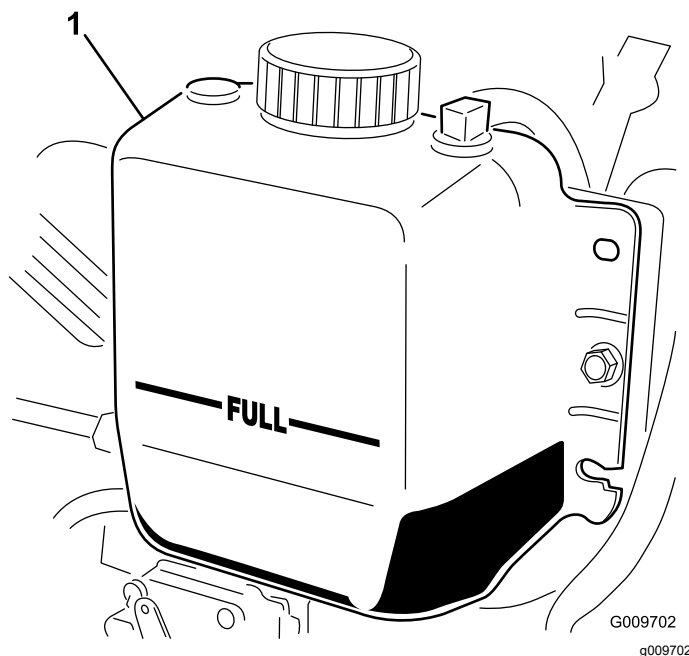

Figura 62
2. Verifique o nível do líquido de arrefecimento do radiador. O radiador deverá encontrar-se cheio de líquido até ao cimo do tubo de enchimento e o nível do líquido no depósito de expansão deverá atingir a marca CHEIO (Figura 62).